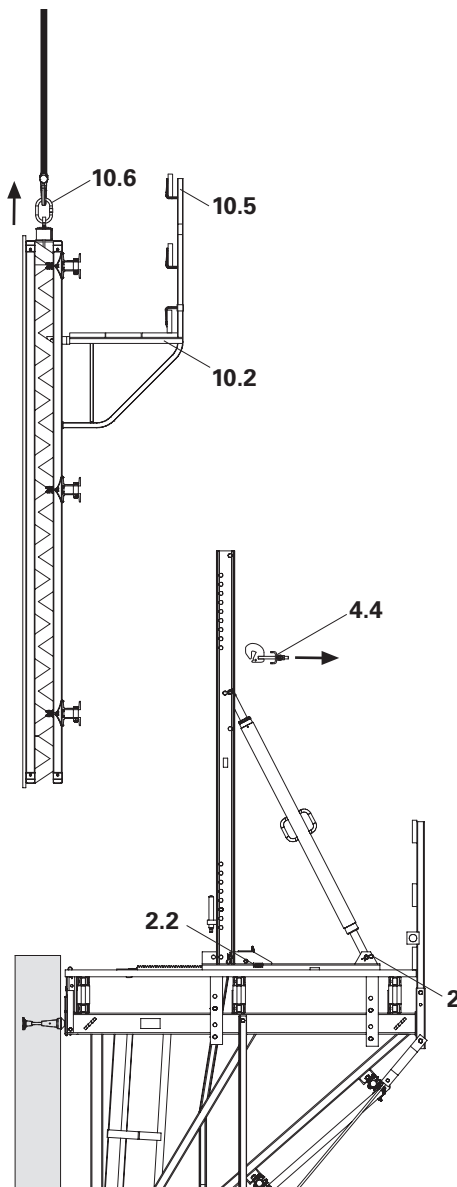

Fig. B2.10
1. Recolher o carro (2) e fixar com cunha (2.2), ver B4.1. Travar os perfis verticais lateralmente.
4. Elevar a cofragem e remover (por exemplo, para estaleiro). (Fig. B2.10)